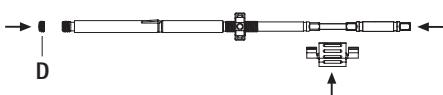

Fig. 12
- ▶ För in skravmejseln i innerhylsan, säkra med avståndshållare och sätt på låsskruv D se Fig. 12.